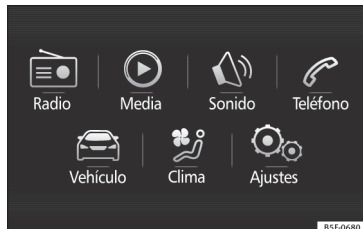

Fig. 33 Ver ubicación en pág. 7-8
- Pulse la tecla **MENU** del sistema y posteriormente el botón **CAR** » **fig. 33**, o la tecla **CAR** del sistema, para ir al menú **CAR** » **fig. 34**.